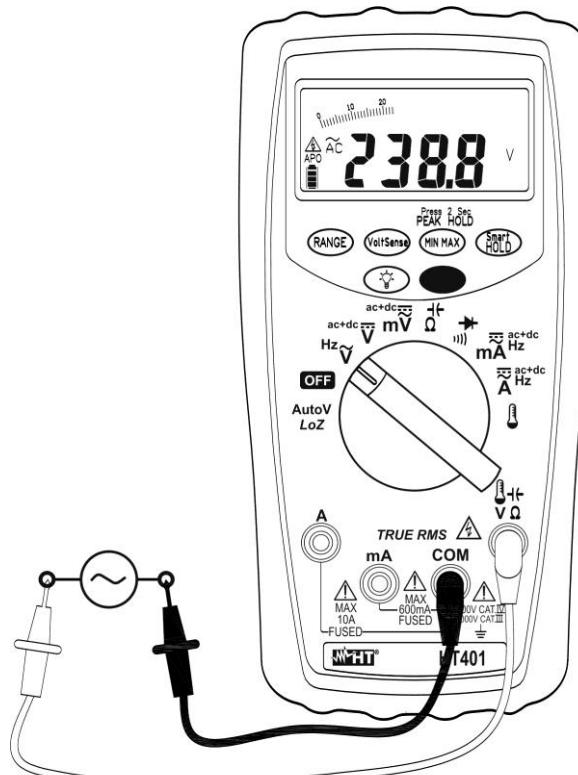

Abb. 3: AC Spannungsmessung
4. Verbinden Sie die rote Messleitung mit der  $\text{A} \text{V} \Omega$  Eingangsbuchse, und die schwarze Messleitung mit der **COM** Eingangsbuchse (siehe Abb. 3)